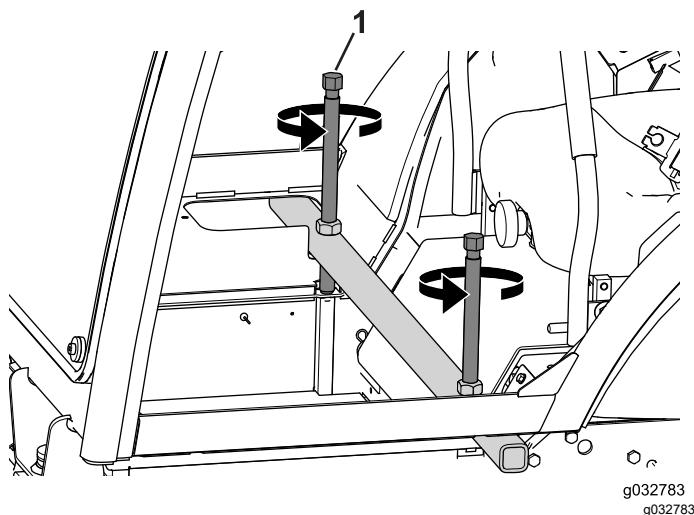

Bild 70
1. Drehen Sie die Hubschrauben abwechselnd um ein paar Umdrehungen, um das Heck der Kabine auf die Maschine abzusenken (Bild 70).